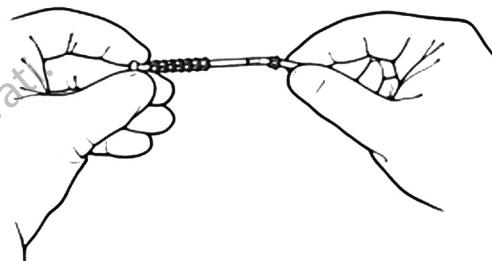

Figura 4-31. Deslice la boquilla
2. Deslice el aro de la boquilla en el tubo, asegurándose de que los dientes estén orientados hacia el extremo del tubo. (**Figura 4-31**)